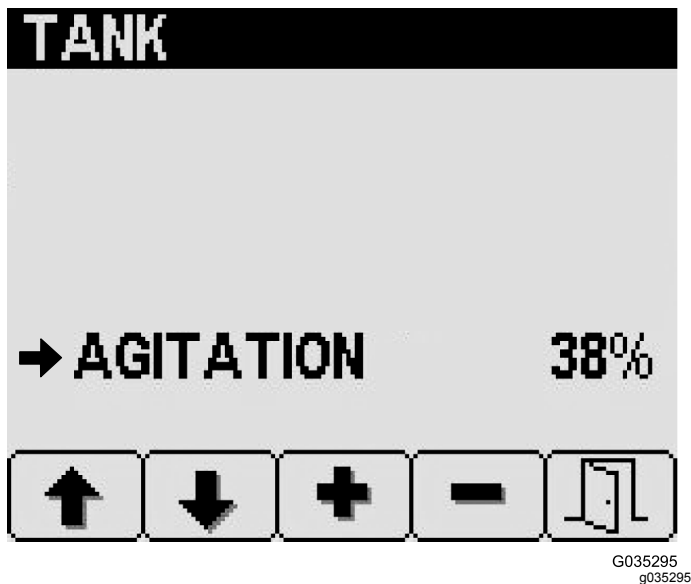

Figure 24
2. Sur l'écran Cuve, appuyez sur la touche 2 jusqu'à atteindre l'option Agitation (Figure 24).
3. Appuyez sur la touche 3 (augmenter) ou la touche 4 (diminuer) pour régler le pourcentage du débit de la pompe de pulvérisation utilisé pour l'agitation de la cuve (Figure 24).